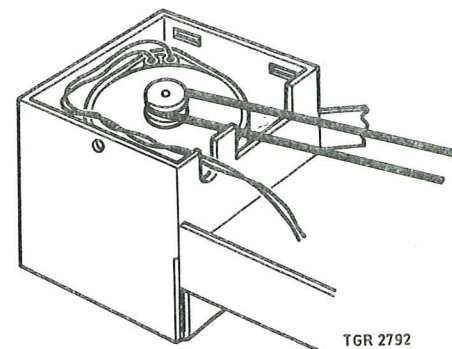

Fig. 8
- . To prevent interferences, the anti-interference beads should be slid as far as possible along the connecting wires of the motor and be placed in the correct corner of the motor housing (see Fig. 8).
- . Ter voorkoming van storing dienen de ontstoor-kralen zo ver mogelijk over de aansluitdraden van de motor te worden geschoven, en geplaatst in de juiste hoek van het motorhuis, zie fig. 8.